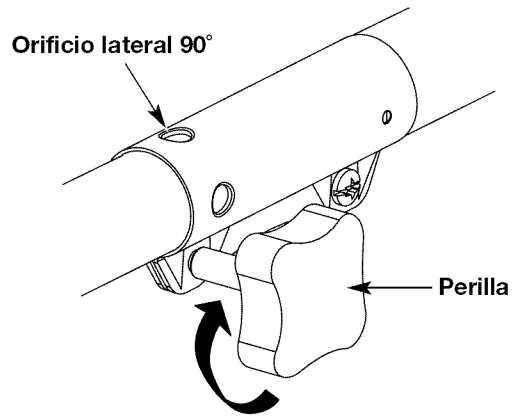

Fig. 18
3. Gire la perilla en sentido horario para ajustarla (Fig. 18).
Para recortar bordes mientras usa el accesorio de corte de cabeza de línea con modelos EZ-Link™, trabe el botón de desconexión en el **orificio lateral de 90°** (Fig. 18).